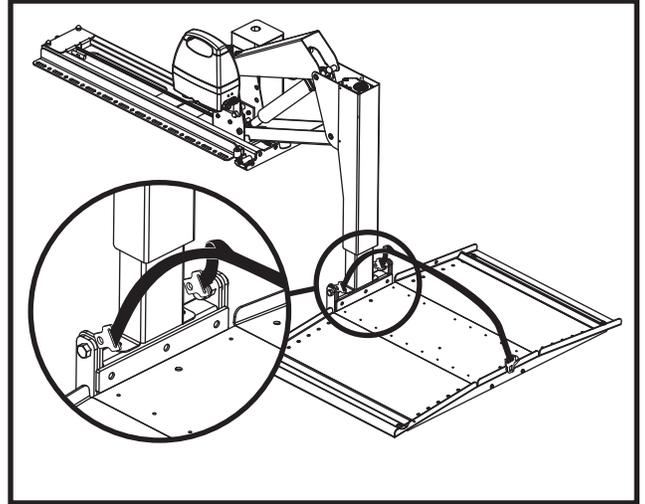

Figure 8. Boulons de réglage de la plate-forme
2. Retirez l'appareil de la plate-forme afin de faciliter l'accès aux trois vis de réglage situées là où la plate-forme se connecte au bras de descente. **Voir la figure 8.**